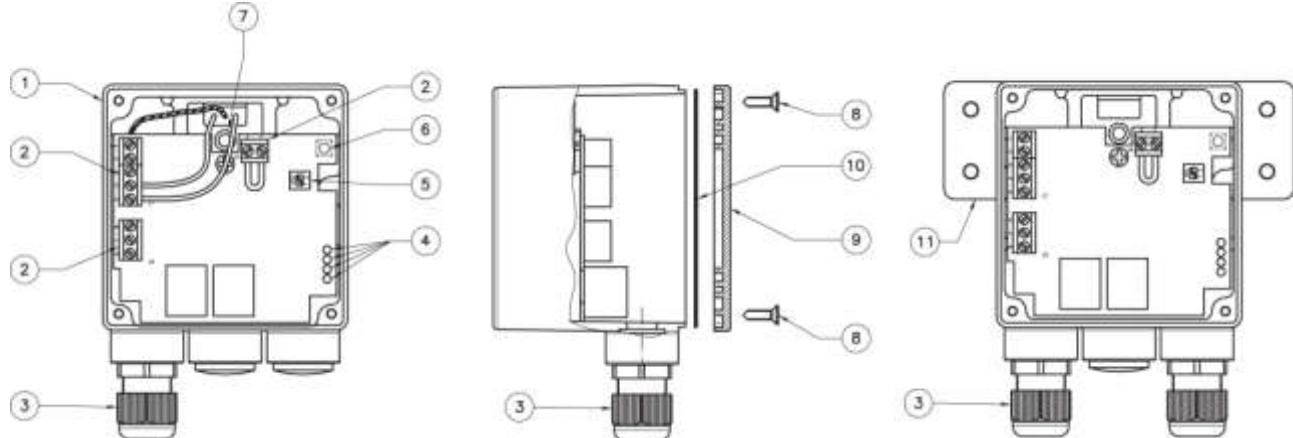

Рис.1
Сенсор (рис. 1) состоит из: пластмассовый корпус (1); контакты (2); кабельные вводы (3); индикатор (4); двухрядный переключатель (5); сброс / кнопка „Тест” (6); винты крепления катушки (7); винты крепления крышки корпуса (8); крышка клеммной колодки (9); резиновое уплотнение (10); кронштейн крепления сенсора (11).